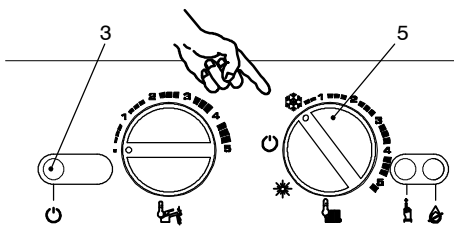

fig. 6.3
- 15 Suministrar fluido eléctrico a la caldera, accionando el interruptor bipolar; el indicador luminoso 3 en fig. 6.3 hace un breve centelleo cada 4 segundos aproximadamente.
- 16 Colocar el conmutador de función 5 igual que en la fig. 6.3